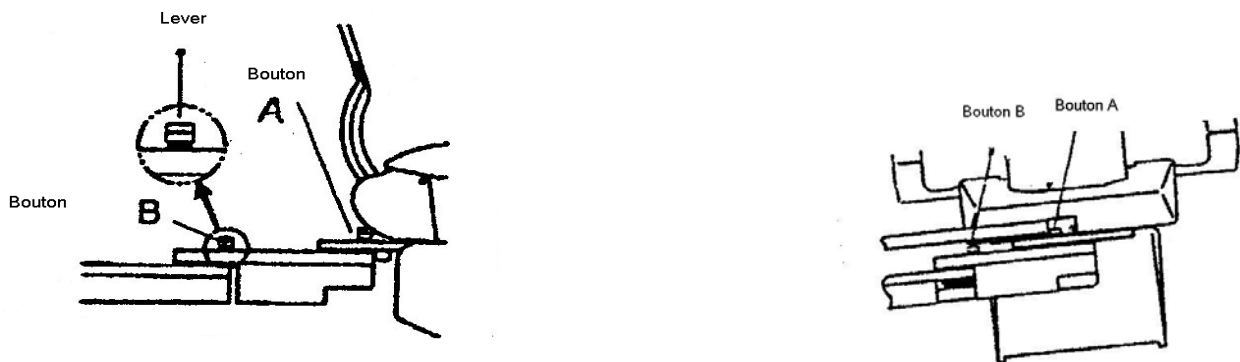

Fig 5-1 Boutons de verrouillage A et B
- 3) Lever les 2 boutons de verrouillage du support crachoir (boutons A et B (fig 5-1)). Amener le crachoir perpendiculairement au fauteuil.